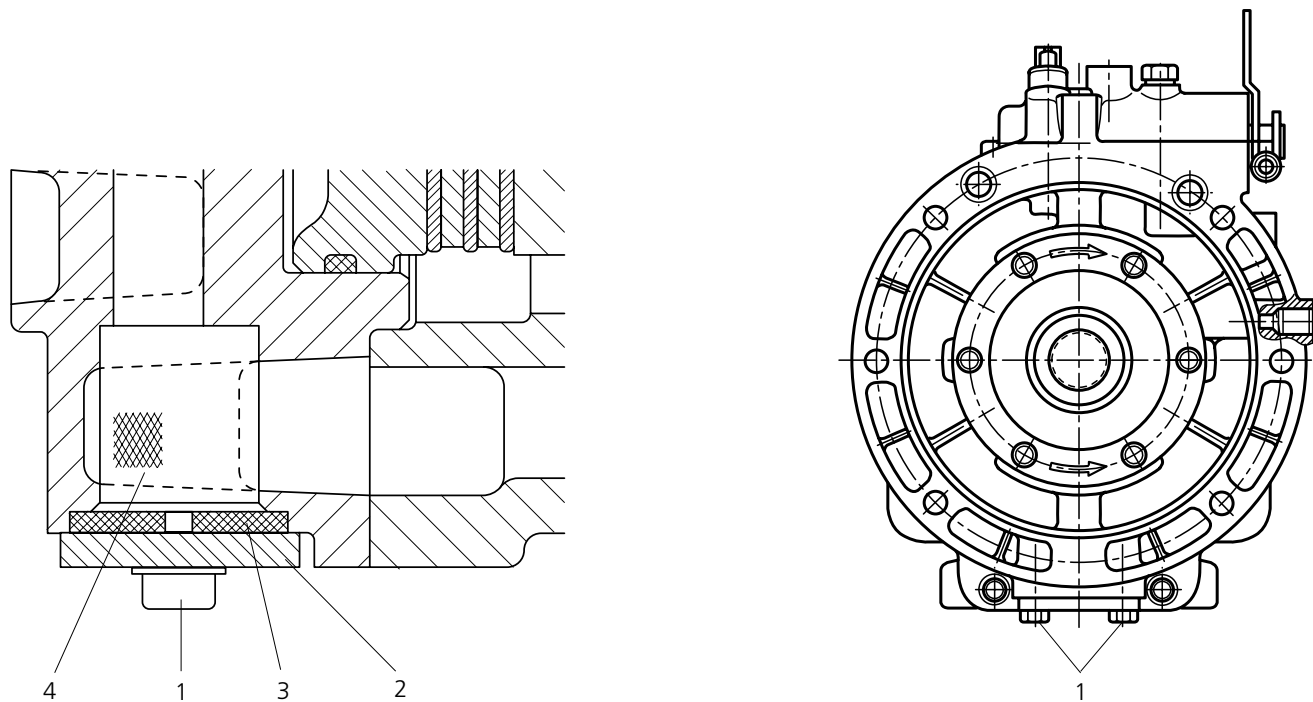

Fig. V-2
Note. The filter element (fig. V-2, item 1) must be checked whenever the fluid is changed.
Nota. Il filtro (fig. V-2 pos. 1) deve essere controllato ad ogni cambio dell'olio.
Remarque. Contrôler et nettoyer le filtre (fig. V-2, repère 1) à chaque vidange.
Anmerkung: Bei jedem Ölwechsel muß das Filterelement (Pos. 1, Bild V-2) geprüft werden.